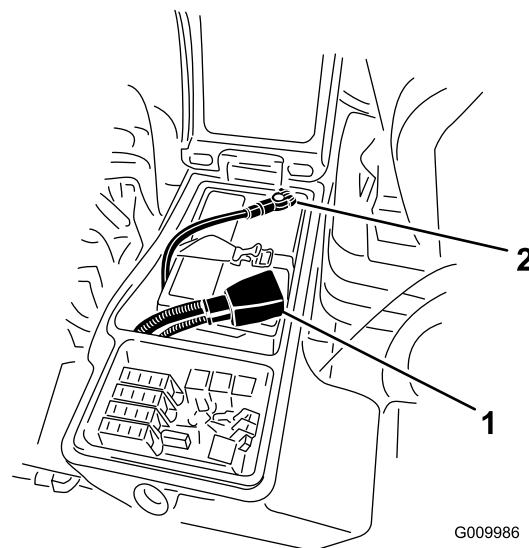

Рисунок 59
3. Отсоедините отрицательный кабель (черный) от отрицательной (-) клеммы и положительный кабель (красный) от положительной (+) клеммы аккумуляторной батареи (Рисунок 59).
- Подсоедините положительный кабель (красный) к положительной клемме (+), а отрицательный кабель (черный) – к отрицательной (-) клемме аккумуляторной батареи (Рисунок 59).